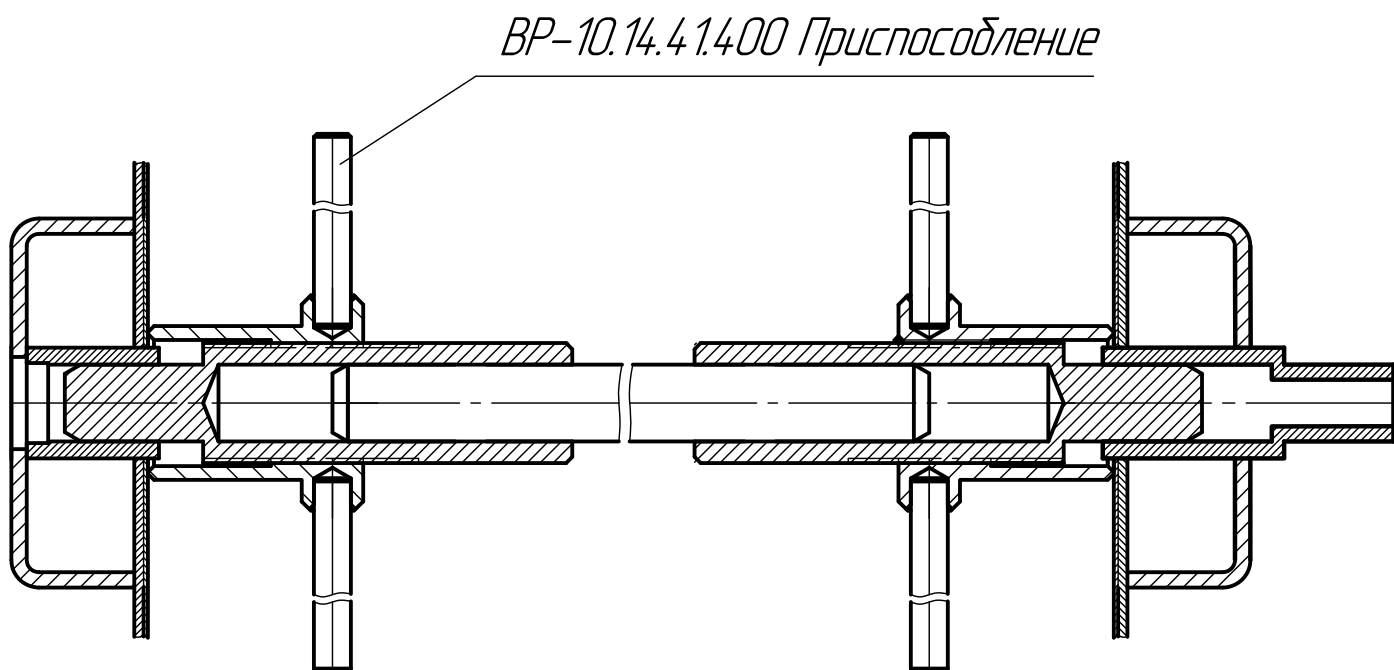

Рис.5 Базирование кронштейнов на приспособление.
- с помощью приспособления ВР-10.14.41.400 конструкции ООО «Новатор-Плюс» (см.рис.5) установить на внешней стороне панелей кронштейны, обеспечив соосность их втулок;